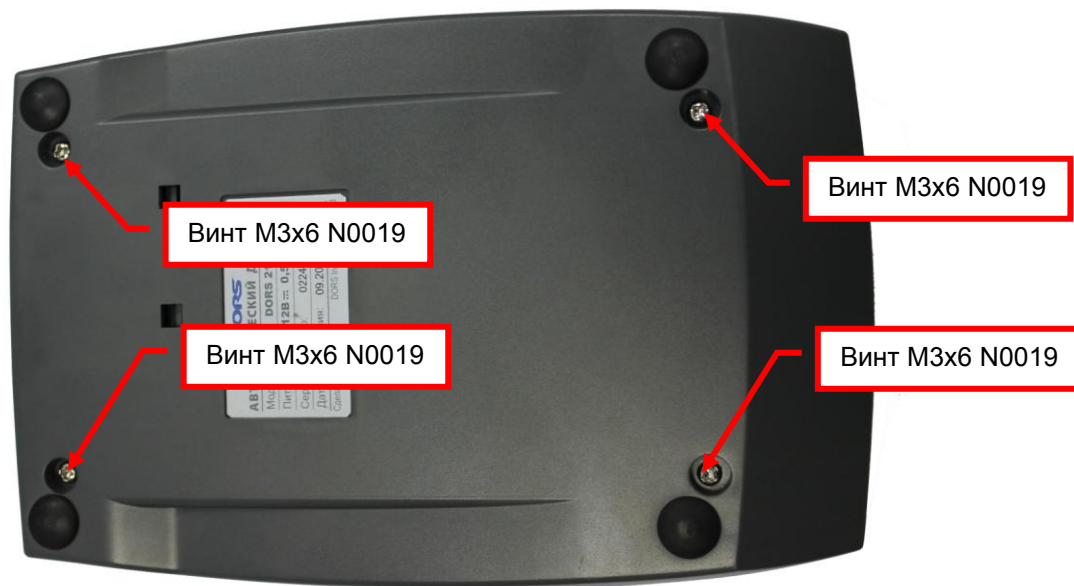

Рис. 8.1
8.1.1 Вывинтите, с помощью отвертки Ph2, винты М3х6 N0019 (4 шт.) (см. рис. 8.1).